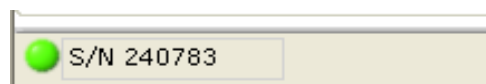

Fig. 6
3. Quando il ricevitore è collegato al RESPIROSoft™, il software mostra il S/N nell'angolo in basso a sinistra (Fig. 6).